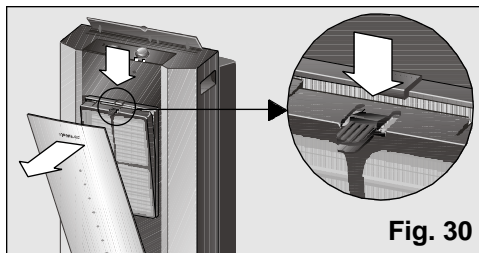

Fig. 30
Tous les modèles comportent un filtre d'air de base qu'il faut nettoyer au bout d'un certain temps, **Fig. 29**. Pour cela, il suffit d'appuyer sur le clip situé sur la partie supérieure et de le retirer, **Fig. 30**. Pour le laver, il suffit de le passer sous l'eau courante, de le sécher et de le remettre à sa place.
- Retirez le filtre de base de l'appareil, **Fig. 30**.